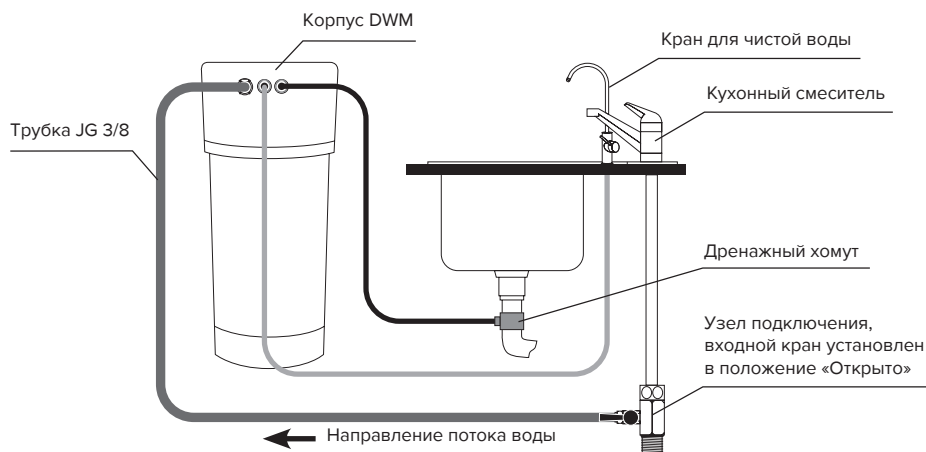

Рис. 3. Схема установки DWM
- Подсоедините подводящие трубки, следуя схеме на рис. 3.